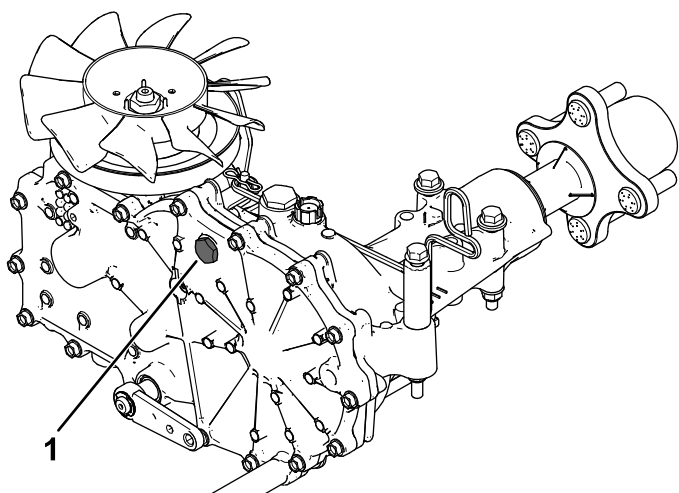
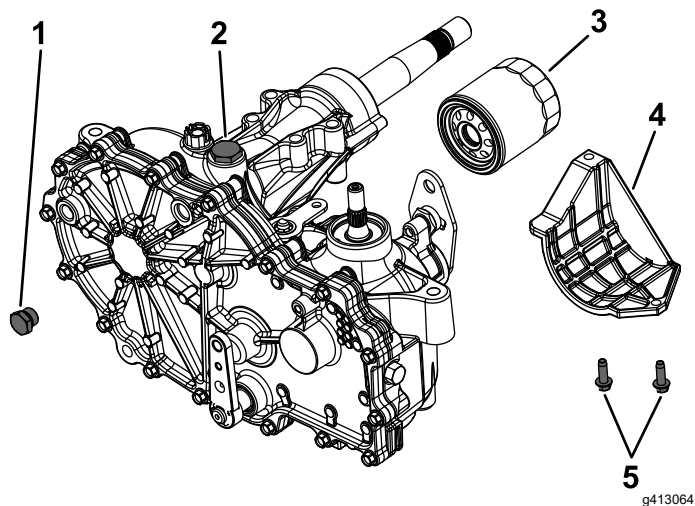

Figura 71
Figura 72
2. Retire el tapón del orificio superior del transeje en cada lado y asegúrese de que aparece fluido en la parte inferior del orificio superior de cada transeje (Figura 71).
Si es necesario, añada fluido hidráulico Toro® HYPR-OIL™ 500 a través del orificio de llenado hasta que aparezca fluido en la parte inferior del orificio superior de cada transeje (Figura 71 y Figura 72).
4. Localice el filtro y los protectores de cada sistema de tracción del transeje (Figura 72).
5. Retire los 3 tornillos que sujetan el protector del filtro, y retire el protector (Figura 72).
7. Retire el tapón del orificio superior (Figura 72) de los transejes izquierdo y derecho antes de llenarlos de aceite.
9. Instale el tapón del orificio superior en cada transeje cuando el nivel de aceite llegue a este orificio (Figura 72).